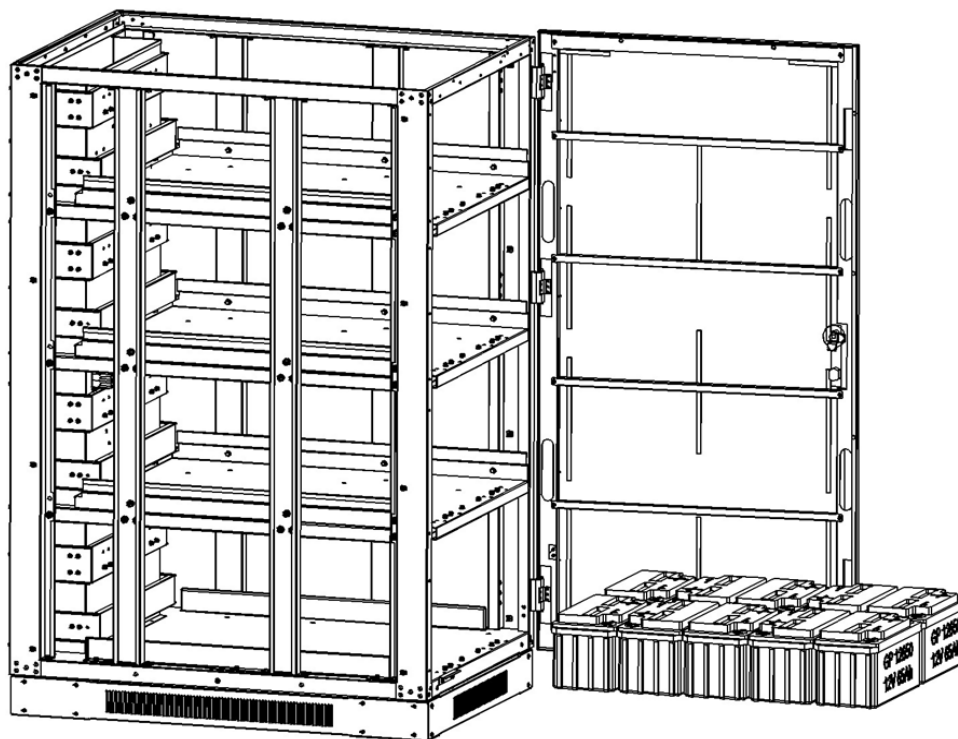
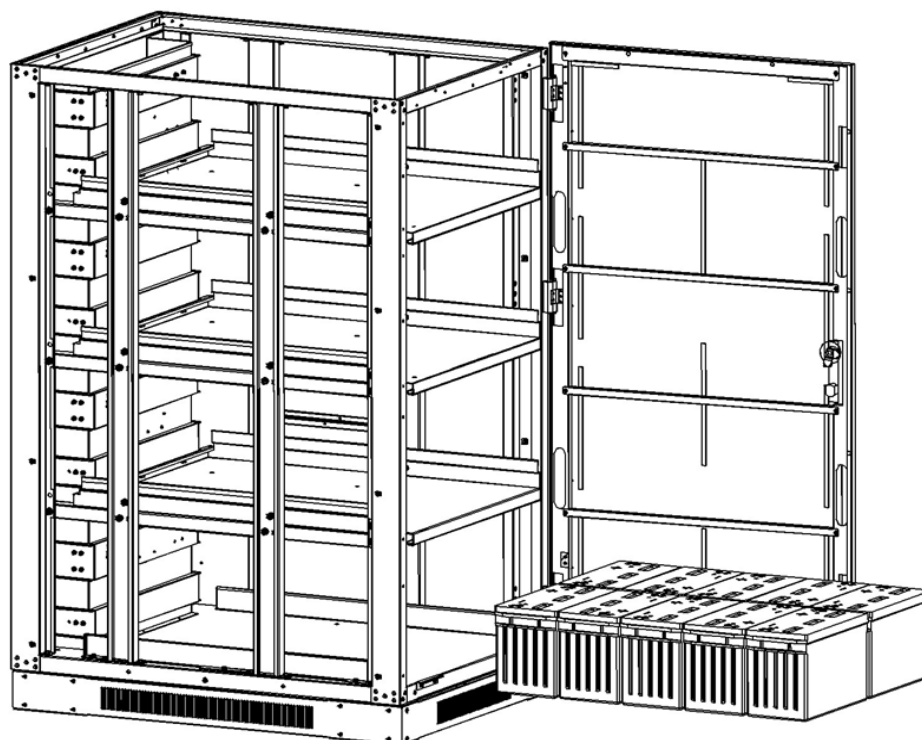

Figura 5-31: Modelo BP240V65L-NIB
Figura 5-32: Modelo BP240V100L-NIB
4. Instale 10 módulos de baterías en la capa 1 (Figura 5-31: Modelo BP240V65L-NIB o Figura 5-32: Modelo BP240V100L-NIB).